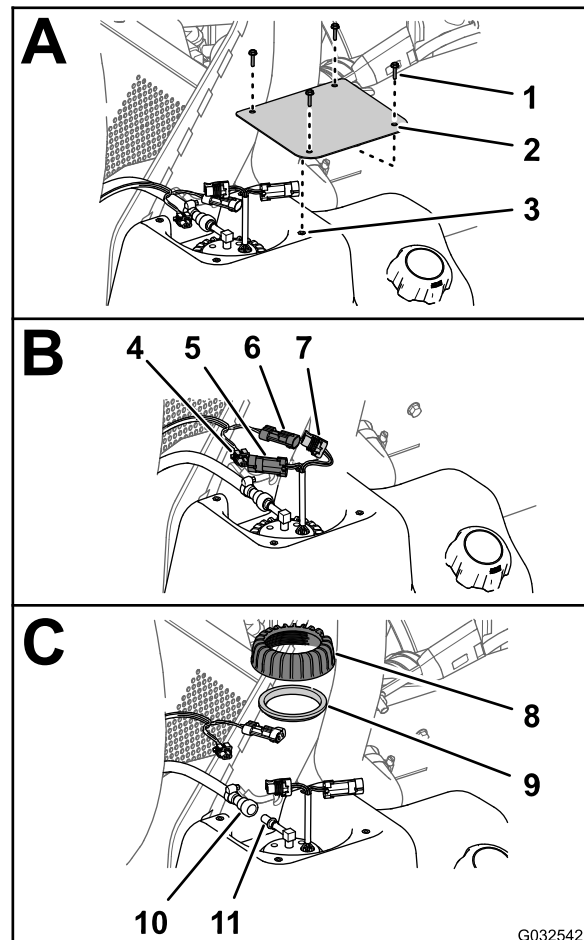

Figura 79
2. En el depósito de combustible, retire los 4 tornillos (Nº 10 x ¾") que sujetan la tapa a la parte superior del depósito de combustible, y retire la tapa (Figura 79).
3. Desconecte el conector hembra de 2 vías del arnés de cables de la máquina del conector de 2 pines de la bomba de combustible/sensor; desconecte el conector de 2 pines del arnés de cables de la máquina del conector hembra de 2 vías de la bomba de combustible/sensor (Figura 79).
4. Aleje el anillo de bloqueo del acoplamiento de la manguera de combustible del conector de la bomba de combustible/sensor y retire el acoplamiento y la manguera del conector (Figura 79).
5. Gire la tuerca de la bomba de combustible/sensor en sentido antihorario y retire la contratuerca y la junta (Figura 79).